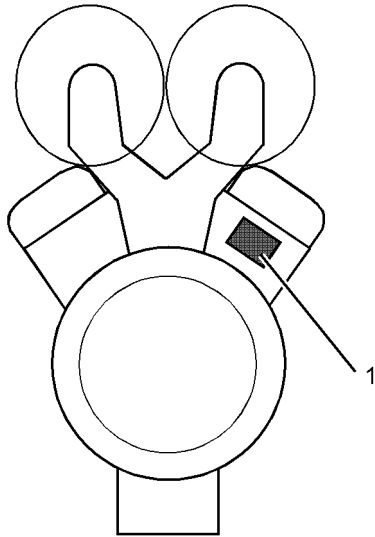

Abbildung 14
Das Seriennummernschild (1) bei einem V-Motor befindet sich auf der Rückseite des Zylinderblocks (Reihe A). Siehe Abbildung 14.